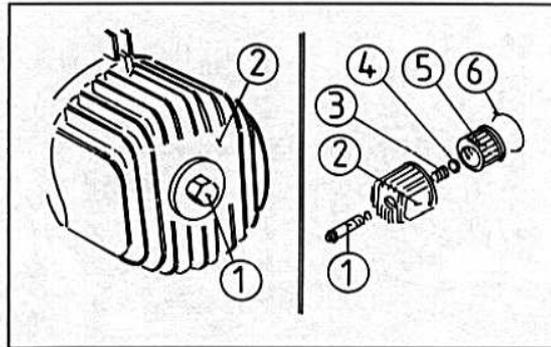

Bild 200
- Den Filtermantel mit dem Filterelement abnehmen (Bild 200).